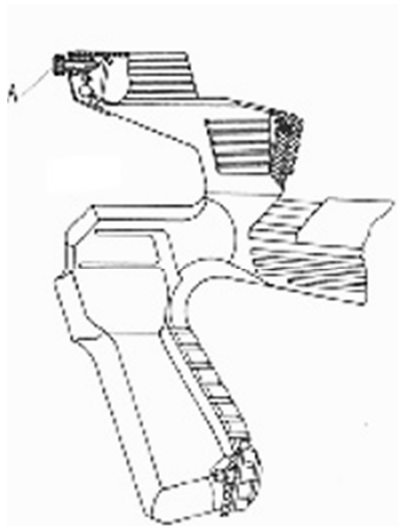

Рис. 2 – Схема перископического устройства
5.9. Конструкция перископического устройства позволяет вести корректировку визуального обзора по вертикали при помощи регулировочного винта А (рис. 2).